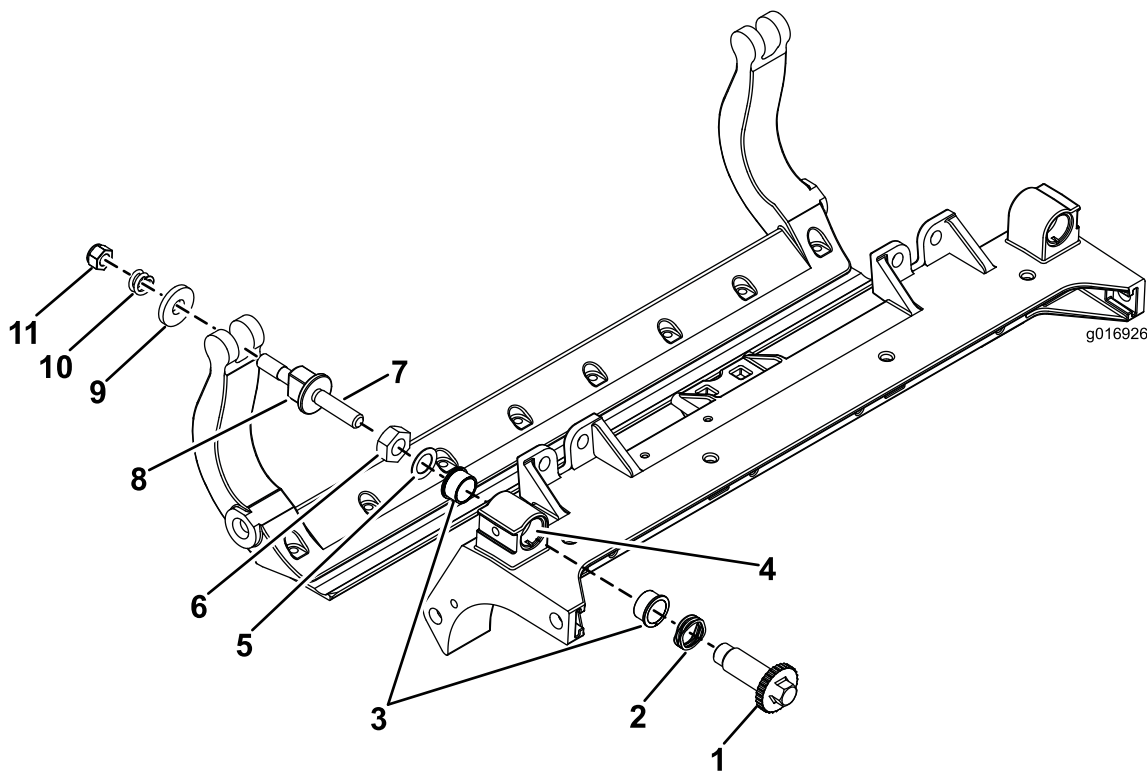

图34
1. 拆除所有零件 (请参阅 *HD DPA 套件 (型号 120 - 7230) 安装说明* 和 图34)。
2. 将防锈剂涂抹到滚刀组中心机架 (图34) 的轴套区内侧。
3. 将凸缘轴套上的键与机架的槽对准, 然后安装轴套 (图34)。
4. 将一个波形垫圈安装到调节器轴上, 然后调节器轴滑入滚刀组机架中的凸缘轴套内 (图34)。
5. 使用扁平垫圈和锁紧螺母固定调节器轴 (图34)。上紧锁紧螺母扭矩至 $20 \sim 27 \text{ N} \cdot \text{m}$ 。
12. 在两个尼龙垫圈的外侧各放一个钢垫圈 (图34)。
13. 旋紧每个底刀架调节器总成上的螺母, 直到加压弹簧完全压缩, 然后往回松开 $1/2$ 圈 (图34)。